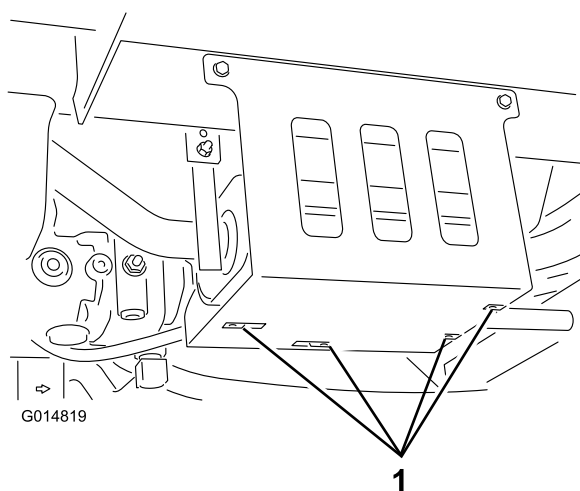

Figure 1
1. Fixez les 4 écrous en U au pare-chaleur du silencieux (Figure 1).